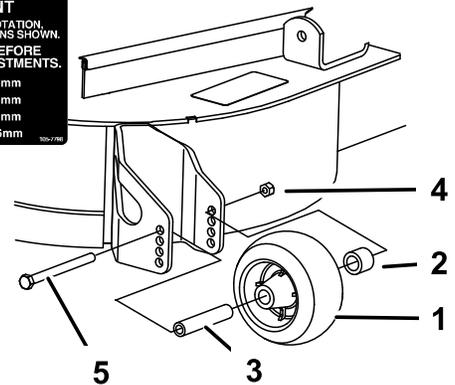

Figure 13
1. Après avoir réglé la hauteur de coupe, réglez les galets en retirant l'écrou à collerette, la bague, l'entretoise et le boulon (Figure 13).
3. Montez l'écrou à embase, la bague, l'entretoise et le boulon. Serrez à un couple de 54 à 61 Nm (Figure 13).